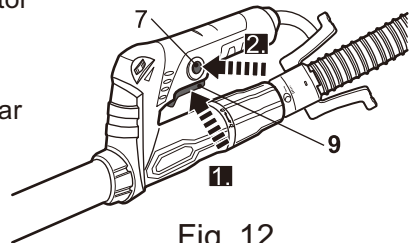

Fig. 12
- > Encienda el producto presionando el interruptor de Encendido/Apagado (9) y manténgalo presionado (Fig. 12, paso 1).
- > Presione el botón de bloqueo (7) para bloquear el interruptor de Encendido/Apagado (9) (Fig. 12, paso 2).
- > Suelte el botón de bloqueo (7) y el interruptor de Encendido/Apagado (9). El interruptor de Encendido/Apagado (9) estará ahora bloqueado para un uso en continuo.
- > Presione y suelte el interruptor de Encendido/Apagado (9) para apagar el producto.